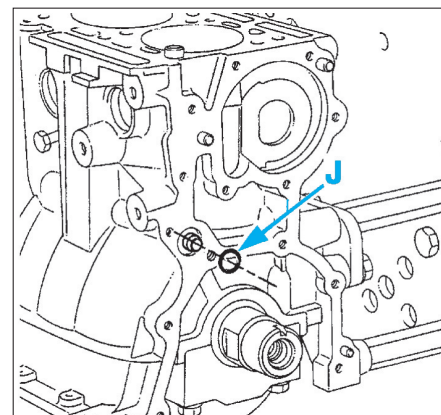

Fig. 67
- Contrôler l'état de la pompe à huile et remplacer le joint torique (J) d'alimentation de la rampe principale (Fig.67).